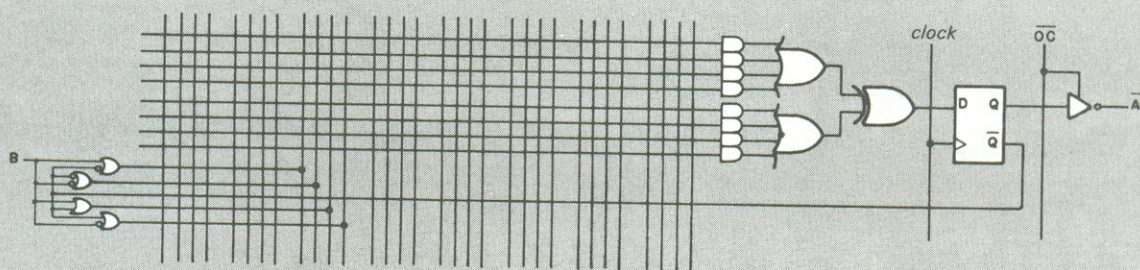
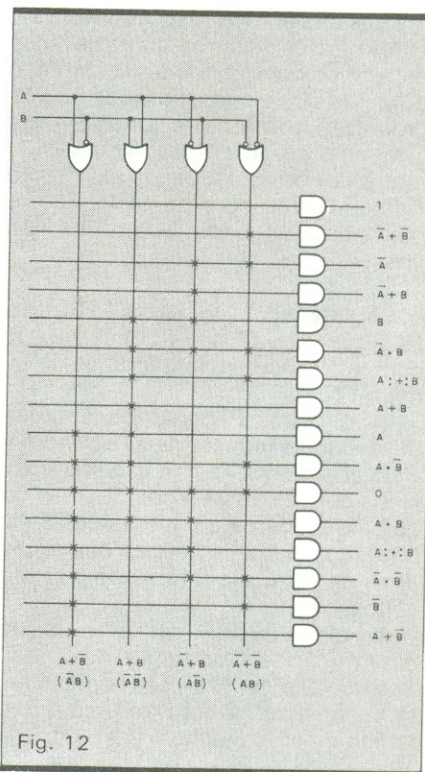

Fig. 11
Fig. 12
**PAL aritmético** (fig. 11) — A principal característica deste dispositivo é um módulo capaz de gerar todas as possíveis funções booleanas para duas variáveis (fig. 12). Uma das variáveis é a de entrada; a outra é obtida através da realimentação feita pela saída barrada do *flip-flop* à entrada desse módulo, como mostra a figura 11.